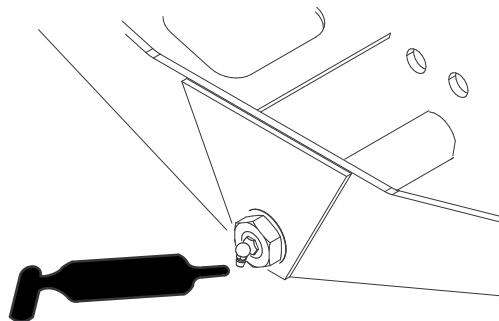

**Figura 33**
- Eje pivotante del brazo de elevación (1 en cada) (Figura 33)